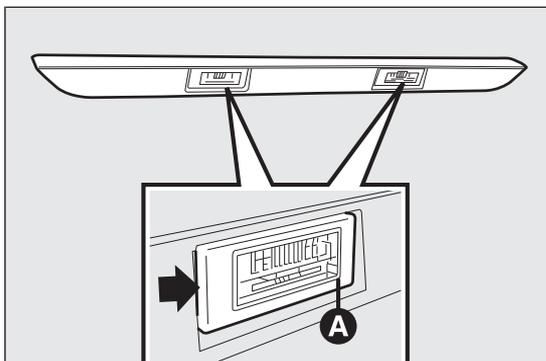

Abb. 206
- auf die mit dem Pfeil gekennzeichnete Stelle drücken und die Leuchtglasgruppe A Abb. 206 abnehmen;